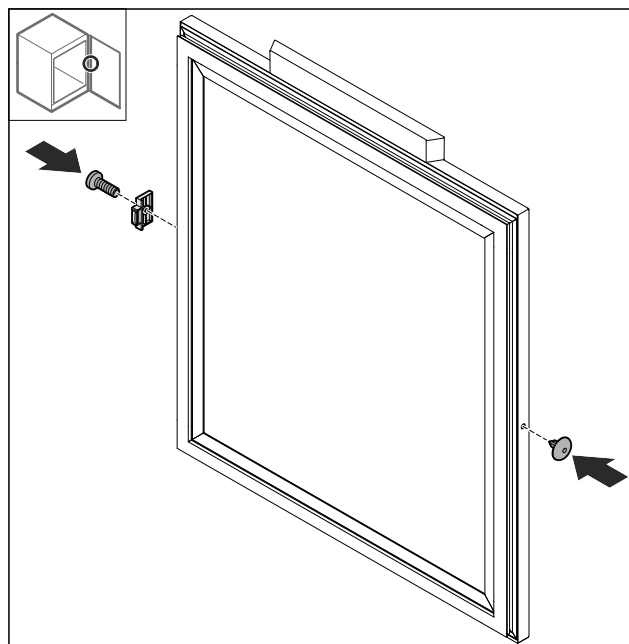

Fig. 74
- 将门挡 Fig. 74 (1) 旋转 180°，然后安装在对面。
- 安装对面的盖板 Fig. 74 (2)。